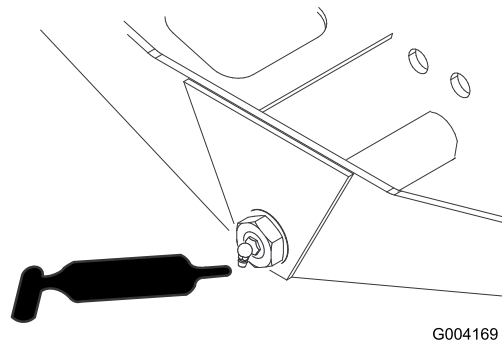

Figura 56
- Pivote de dirección (1) (Figura 56)